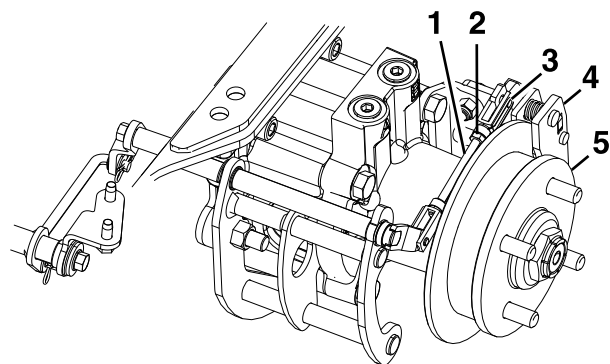

Figure 96
8. Retirez l'axe de chape élastique de la tringlerie arrière et de l'étrier (Figure 96).
12. Serrez l'écrou de blocage sur la tringlerie arrière (Figure 96).